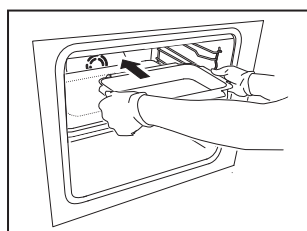

Fig. 4
1. Posizionare il recipiente di cottura sulla piastra ad induzione afferrandolo con entrambe le mani (Fig. 4).